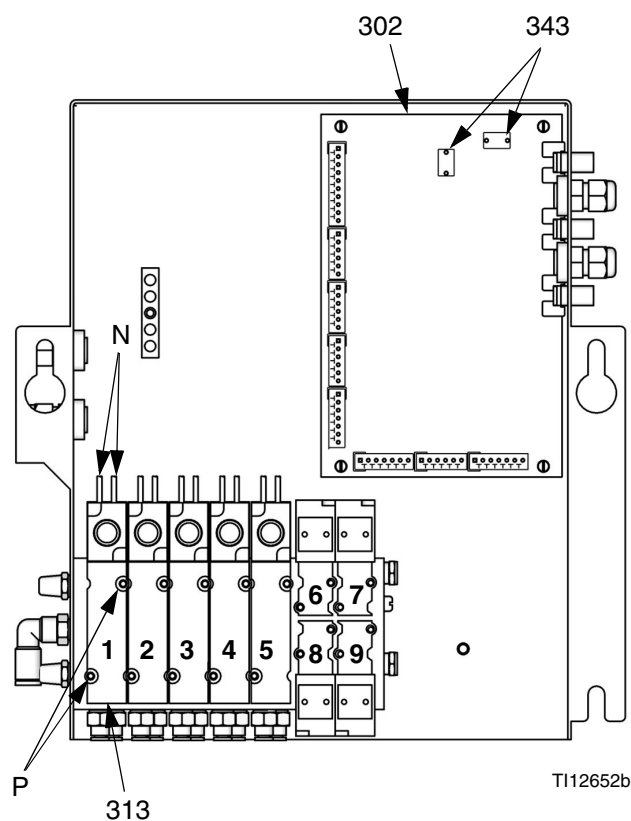

FIG. 22. Sostituzione dei solenoidi e del fusibile
3. Svitare le 2 viti (P) e rimuovere il solenoide (313). FIG. 22.
4. Installare il nuovo solenoide (313).
5. Collegare i due fili (N) alla scheda di controllo (302). I fili del solenoide sono polarizzati (rosso +, nero -). Fare riferimento al paragrafo **Schema elettrico del sistema**, pagina 33.
6. Riposizionare il coperchio (322).
2. Localizzare il fusibile F1 o F2 sulla scheda di controllo. Vedere la FIG. 22. Rimuovere la vite e la striscia di metallo.
4. Installare il nuovo fusibile (343).
5. Riposizionare il coperchio (322).